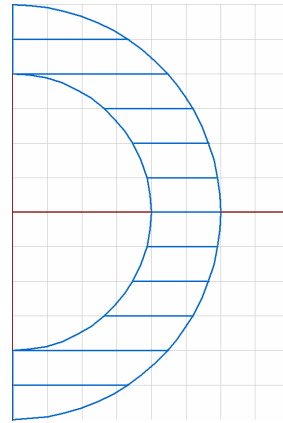

Рис.4
- Выделить левые концы ребер путем перетаскивания указателя мыши из точки $(0.25, 1.75)$ в точку $(0.25, 1.75)$ и удалить их аналогично правым концам. В результате модель примет требуемый вид (см. Рис.4).